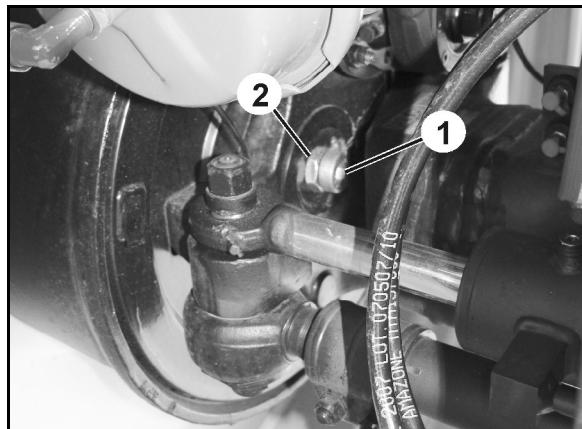

Fig. 45
2. Se strâng șuruburile opritoare (Fig. 45/1) din tamburul de frânare și se asigură cu contrapiulițe (Fig. 45/2).